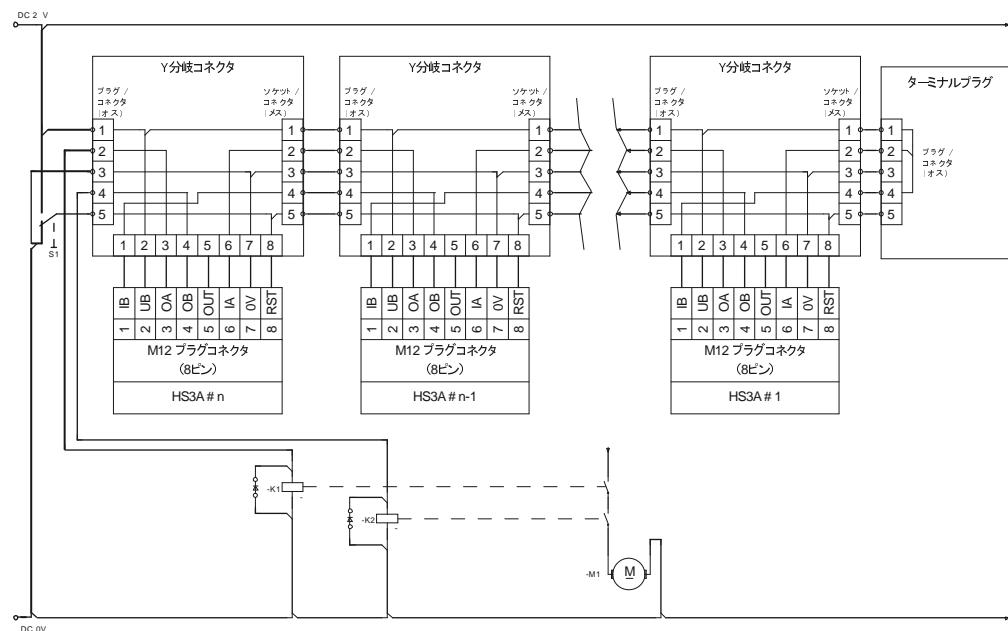

図9 直列接続の配線例
- ▶ RST入力には、直列接続されたすべてのHS3A形非接触安全スイッチに対して共通の信号を使用する必要があります。このためには、セレクタスイッチを使用するか、制御機器からの出力を使用します。運転時、RST入力は常時GNDに接続されている必要があるため、押しボタンスイッチの使用は適していません（図9のスイッチS1参照）。
これを可能にするには、RST入力を19頁の図9に示すように接続する必要があります。